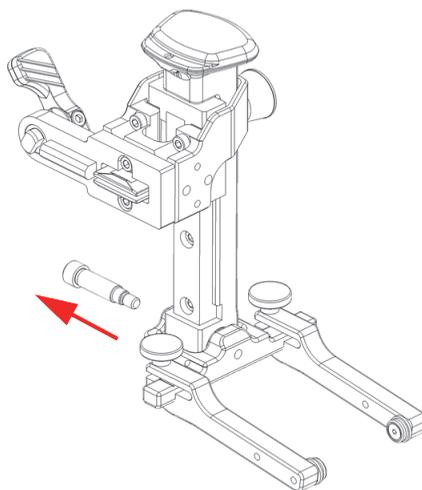

Figura 2-22 Rimozione della vite della traversa rotante della forcella
4. Rimuovere la vite della traversa rotante della forcella con una chiave a brugola da 2,5 mm (Figura 2-22 a pagina 52).